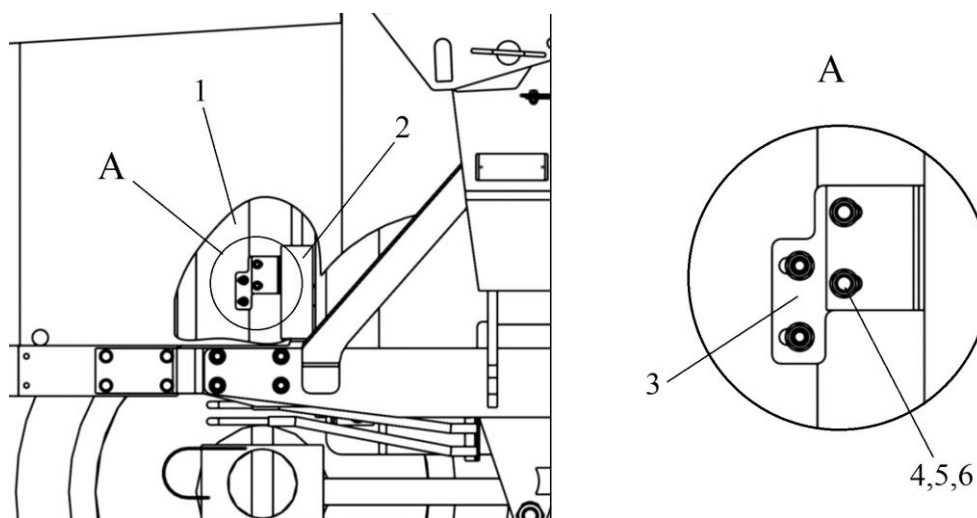

Рисунок 13 – Установка кронштейна КУН 1000-Л8.00.403:
6.1.6 Снять фильтр поз.2 с радиатора поз.1(рис. 13). Установить фильтр на радиатор при помощи кронштейна КУН 1000-Л8.00.403 поз.3(см. рис. 13, 14), используя болты М8х20, гайки М8DIN, шайбы А.8.01 в кол-ве 2 шт.